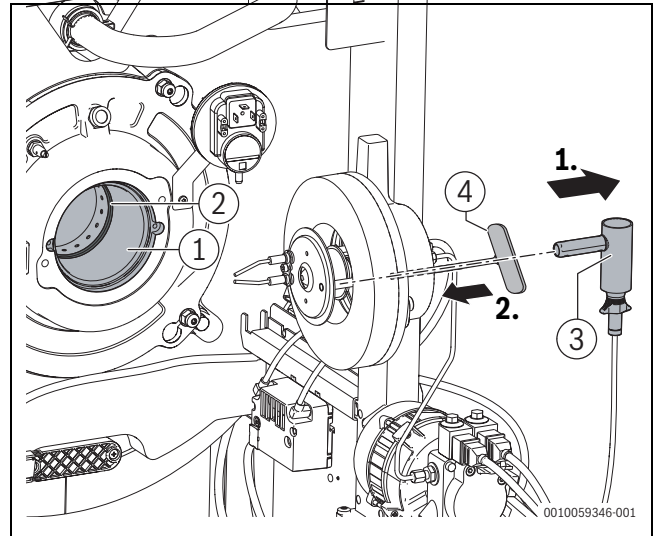

Bild 73 Dichtung prüfen (Serviceposition 1), Verwendung Innensechskantsteckschlüssel zur Ausrichtung des Mischsystems
- ▶ Brenner in Serviceposition 1 bringen (→ Bild 73).
- ▶ Winkelhalter mit Flammenfühler (→ Bild 73) aus Brennergehäuse ziehen.
- ▶ **Zur Ausrichtung des Halterohres des Flammenfühlers mit dem Sichtrohr des Mischsystems einen Innensechskant-Steckschlüssel (Schlüsselweite 5) als Lehre von der Brennergehäusesseite einführen (→ Bild 73).**
- ▶ Winkelhalter mit Flammenfühler (→ Bild 73) wieder bis zum Anschlag in Brennergehäuse einstecken.